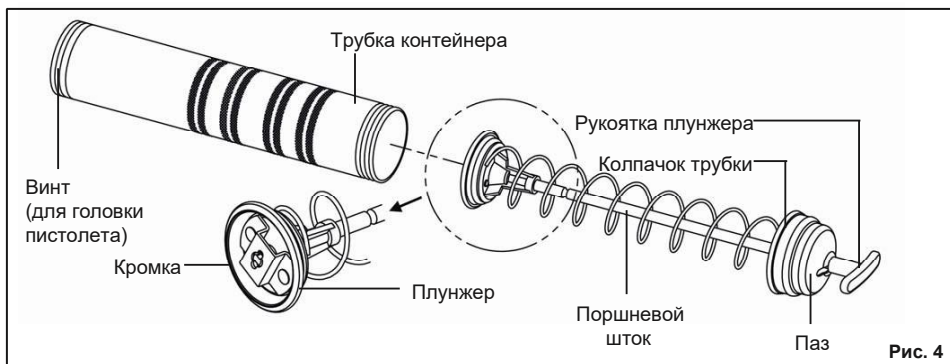

Рис. 4
1. Отвинтите и отсоедините колпачок от трубки контейнера, как показано на рис. 4.